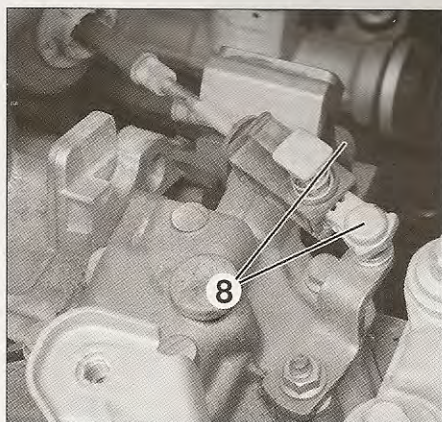

fig. 4
- Desatornillar los tornillos del cilindro receptor de embrague (6) y colocarlo de lado.
- Desconectar la masa del cárter de caja de velocidades (7).
- Desconectar los cables (8) de mando y de selección de las relaciones (fig. 4).